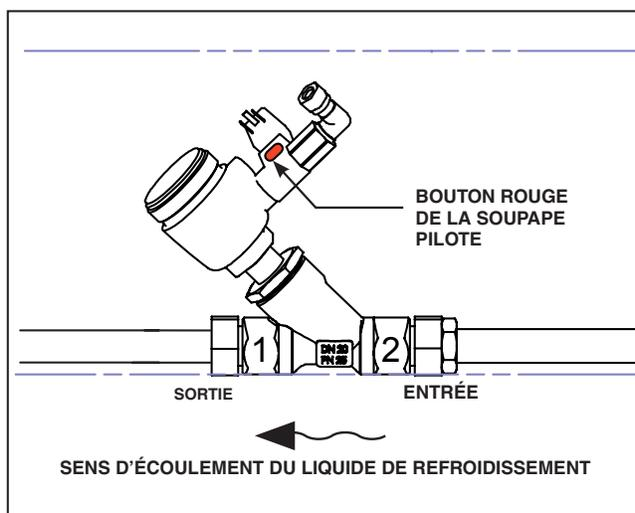

Figure 8 - Orientation de la soupape de chauffage (typique)
5. Installer la nouvelle soupape de chauffage. S'assurer de connecter le port n° 1 à la sortie et le port n° 2 à l'entrée, tel que montré en Figure 8. Lorsque la soupape est positionnée correctement, le bouton rouge de la soupape pilote est visible de l'avant.
3. Installer la nouvelle soupape de chauffage. S'assurer de connecter le port n° 1 à la sortie et le port n° 2 à l'entrée, tel que montré en Figure 8. Lorsque la soupape est positionnée correctement, le bouton rouge de la soupape pilote est visible de l'avant.